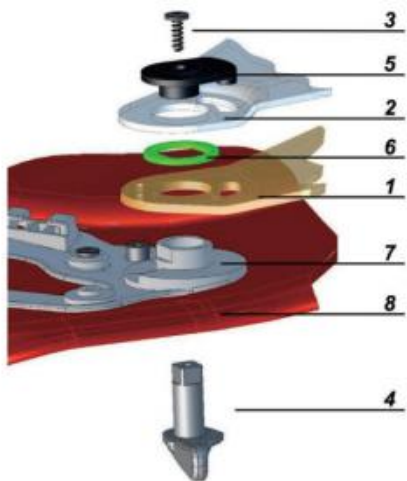

图16. 面罩和护目镜的更换(双层脸部保护的情况下)
1. 从护目镜伸缩轴(图16中4位置)中旋转出螺丝(图16中3位置)。
2. 拿走扣片(图16中5位置)并拆下护目镜(图16中2位置)、垫片(图16中6位置)、损坏的面罩(图16中1位置)。
1. 从护目镜伸缩轴(图16 a中3位置)中旋转出螺丝(图16 a中2位置)。
2. 拿走隔离板(图16 a中4位置)并拆下损坏的面罩(图16 a中1位置)。
图16 a, 护目镜的更换(单层脸部保护的情况下)
- 1, 从护目镜伸缩轴(图16中4位置)中旋转出螺丝(图16中3位置)。
- 2, 拿走扣片(图16中5位置)并拆下护目镜(图16中2位置)